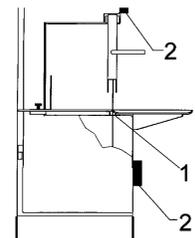

Fig.7.8.1
7.8 - Nettoyage de le goujon guide-lame (Fig. 7.8.1)